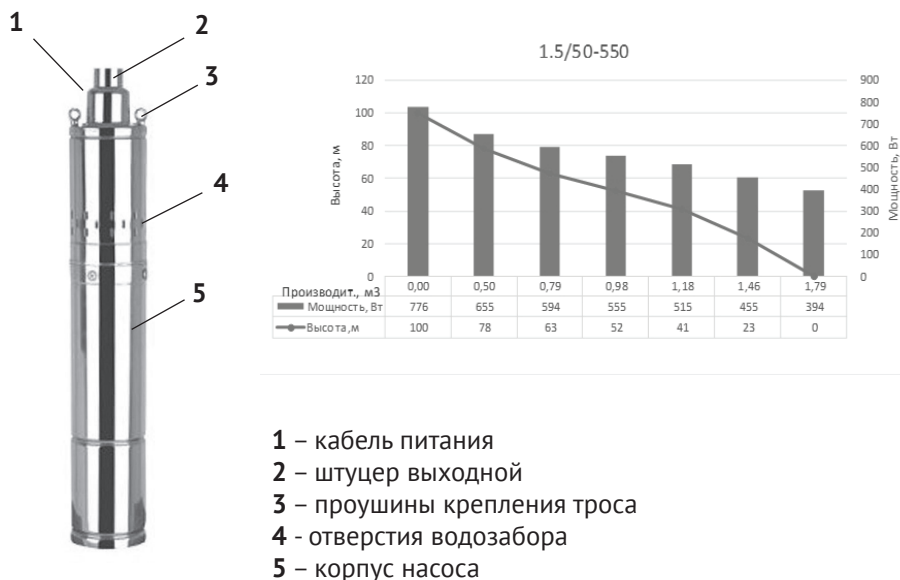

рис. 1
2.4 Общий вид насоса рис.1 и график параметров работы
2.5 Двигатель и насос расположены в нержавеющей корпусе (рис.1 поз.5). Насос приводится в действие однофазным асинхронным двигателем переменного тока. Подключение насоса к сети осуществляется кабелем питания (рис.1 поз.1) со штепсельной вилкой с заземляющим контактом. Насос начинает работу при подключении к сети питания.